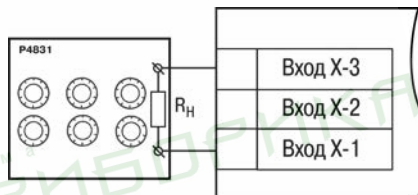

Рисунок 8.3 – Подключение магазина сопротивлений
1. Подключить к прибору магазин сопротивлений типа Р4831 или подобный ему с классом точности не ниже 0,05 по трехпроводной линии (рисунок 8.3). Сопротивления проводов в линии должны быть равны друг другу и каждое не должно превышать величины 15 Ом.